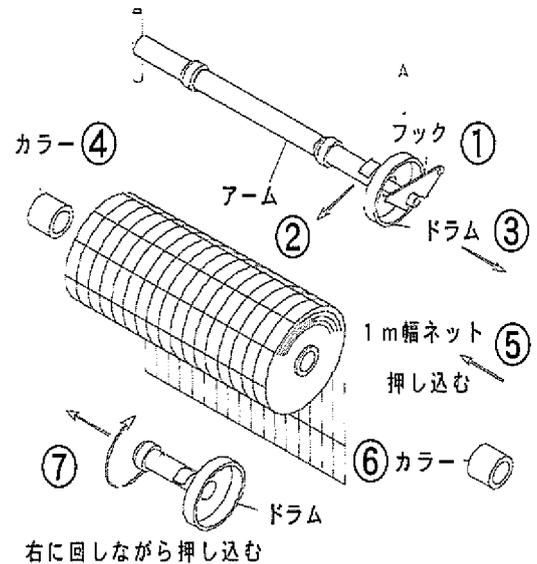

図1 (1mネットセット図)
- (3) アームにネット⑤を図1の巻き方向で差し込んでください。
- (4) アームにカラー⑥を入れる。